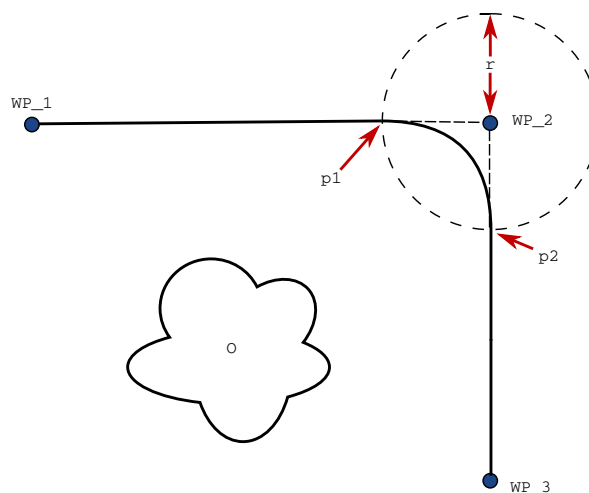

Figura 15.3: Amestecare WP\_2 cu raza  $r$ , poziție inițială amestecare la  $p1$  și poziție finală amestecare la  $p2$ . 0 este un obstacol.
**Parametri amestec** Pe lângă punctele de trecere, mai mulți parametri vor influența traiectoria amestecului (vezi figura 15.3):